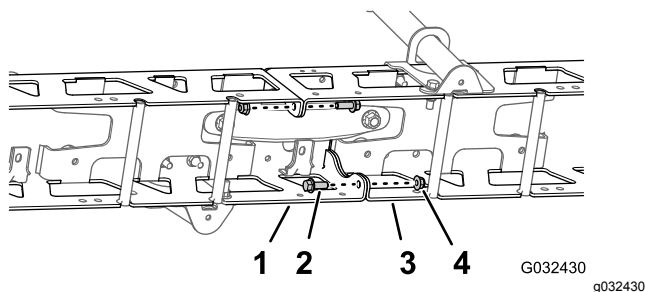

Figura 50
1. Rimuovete i 2 bulloni a testa flangiata (3/8" x 1") e i 2 dadi di bloccaggio (3/8") che fissano le flange verticali dei telai della trave di sinistra e di destra (Figura 50).